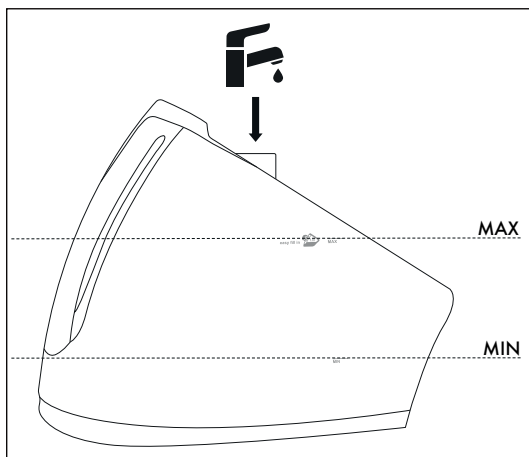

Fig. 4
- 3) Remplissez le réservoir à eau 10 avec de l'eau par l'orifice de remplissage 9 au minimum jusqu'au repère **MIN**. Ne dépassez cependant pas le repère **MAX** sur le réservoir à eau 10 (voir Fig. 4).